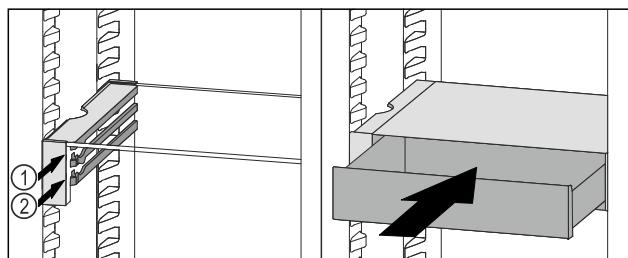

Fig. 132
- ▶ Поставете чекмеджето на VarioSafe зад ограничителите върху желаното ребро Fig. 132 (1) или Fig. 132 (2).